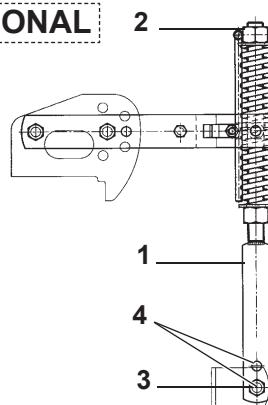

Fig. 11
6) Il martinetto a molla (1 Fig. 11) oltre a sostenere la lamiera livellatrice ed ammortizzarla nel trasporto su strada, serve a evitare il ribaltamento della zappatrice durante il parcheggio.
La regolazione del precarico sulla molla si effettua avvitando e svitando il dado superiore (2 Fig. 11), agendo con l'apposita leva.
A seconda della posizione, determinata del bullone (3 Fig. 11) sui vari fori posti nel martinetto (4 Fig. 11) si riesce ad aumentare o diminuire l'effetto della lamiera levigante sul terreno.
6) Besides supporting the levelling plate and acting as a shock absorber for it during road transport, the spring ram (1 Fig. 11) prevents the steerage hoe from overturning when parking. To adjust the spring pre-loading, screw or unscrew the upper nut (2 Fig. 11) using the spring adjuster. The effect of the levelling plate on the soil can be increased or decreased depending on the position, established by of the nut (3 Fig. 11) in the various holes in the ram (4 Fig. 11).
6) Le vérin à ressort (1 Fig.11) sert de soutien à la tôle de nivellement et de suspension pendant le transport sur route, pour éviter le basculement du cultivateur lors du stationnement. Pour régler la pression du ressort, vissez ou dévissez l'écrou supérieur (2 Fig.11) avec la manivelle.
L'effet de la tôle de nivellement sur le terrain peut être augmenté ou diminué en changeant la position du boulon (3 Fig. 11) dans les différents trous du vérin (4 Fig.11).
6) Die Federwinde (1 Abb.11) trägt nicht nur das Planierschild und dient beim Straßentransport zur Dämpfung von Stößen, sondern sie soll auch verhindern, daß die Maschine während des Parkens umkippt. Um die Feder zu verstellen, verschrauben oder aufschrauben Sie die obene Mutter (2 Abb.11) mit dem Spindel. Je nach der Position, die durch der Mutter (3 Abb. 11) in den verschiedenen Löchern des Windenrohres (4 Abb.11) festgelegt wird, kann die Wirkung des Planierschilds auf den Boden erhöht oder verringert werden
6) El gato de resorte (1 Fig.11), además de sostener la chapa de nivelación y protegerla durante el transporte en carretera, sirve para evitar el vuelco de la máquina durante el estacionamiento. Por regular la presión sobre el resorte, atornillar o destornillar la tuerca superior (2 Fig.11) con el gato. De acuerdo a la posición, determinada de la tuerca (3 Fig. 11) en los diversos orificios del gato (4 Fig.11) se logra aumentar o disminuir el efecto de la chapa de nivelación sobre el terreno.